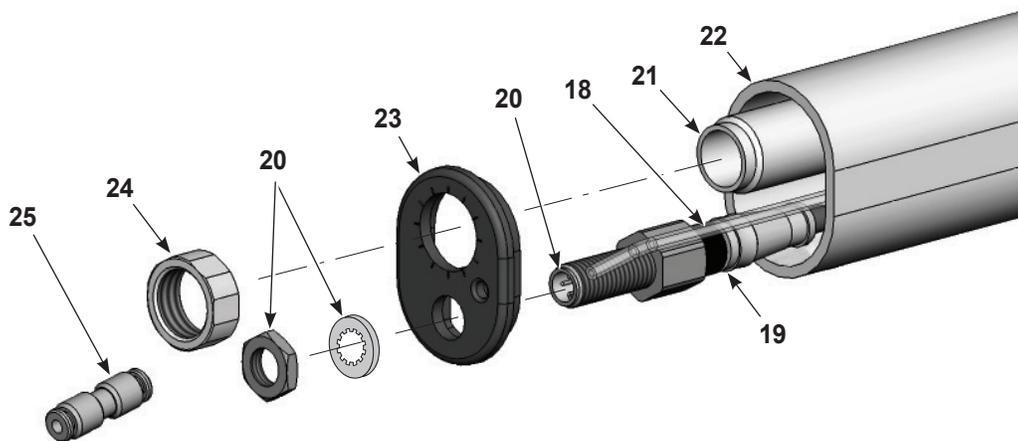

Abbildung 7-2 Zerlegung des Sprühapplikators für Rohrmontage (1 von 5)
2. Siehe Abbildung 7-2. Die Verschraubung (25) vom transparenten 4-mm-Luftschlauch (18) trennen.
3. Das Sprühapplikatorkabel (nicht abgebildet) von der Kabelbuchse (20) trennen.
4. Die Klemmrohmmutter (24) vom Klemmrohr (21) losschrauben.
5. Mutter und Sicherungsring aus der Kabelbuchse (20) entfernen. Mutter und Sicherungsring zur Wiederverwendung aufheben.
6. Die Abschlusskappe (23) vom Ende des Sprühapplikators abziehen.